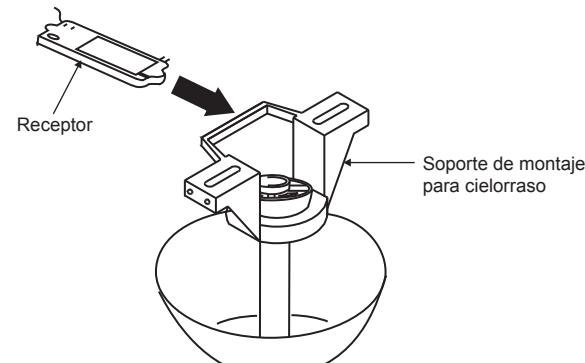

Fig. 13
Paso 1. Inserte el receptor en el soporte de montaje para cielorraso con el lado plano del receptor mirando al techo. (**Fig. 13**) Para un mejor desempeño, asegúrese de que la antena negra, al final del receptor, permanezca extendida y no se enrosque con ningún cable eléctrico.